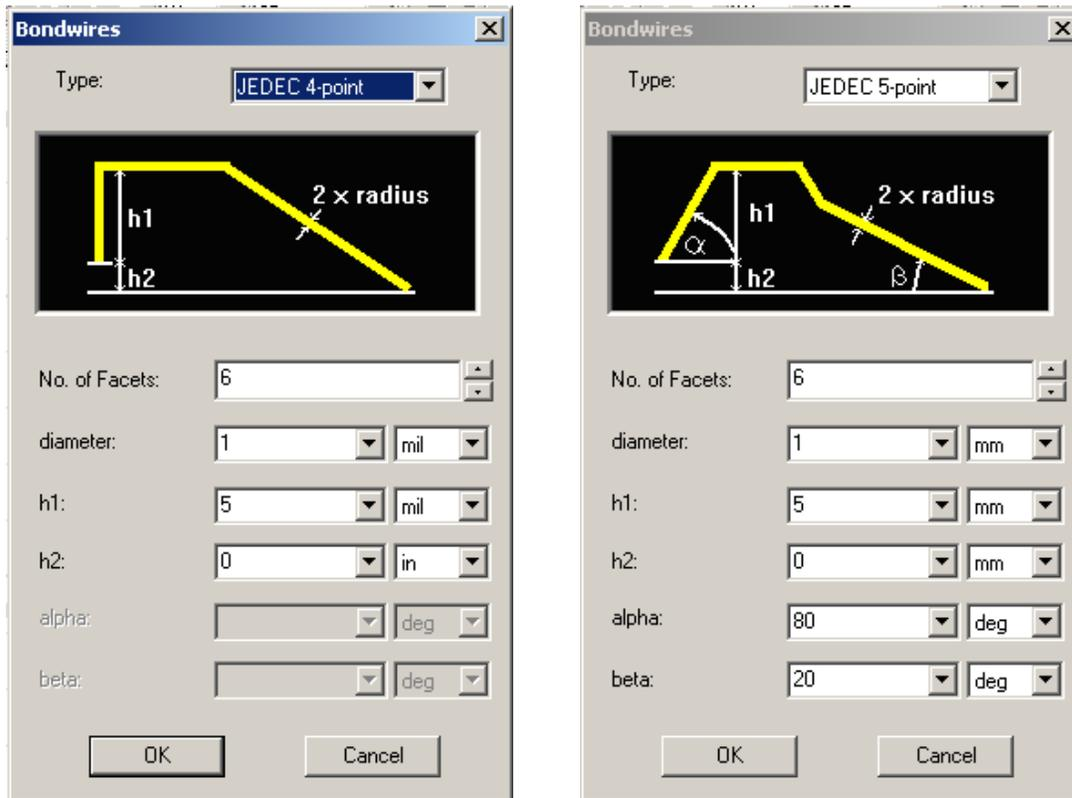

Рис. 3.19. Черчение объемного провода с заданным профилем
3. Выберите ведущую точку, щелкая точку или печатая координаты в полях X, Y, и Z. Появляется диалоговое окно **Bondwires** (рис. 3.19).
6. Введите высоту между контактной площадкой и вершиной в поле **h1** (рис. 3.19). Включите единицу для высоты.